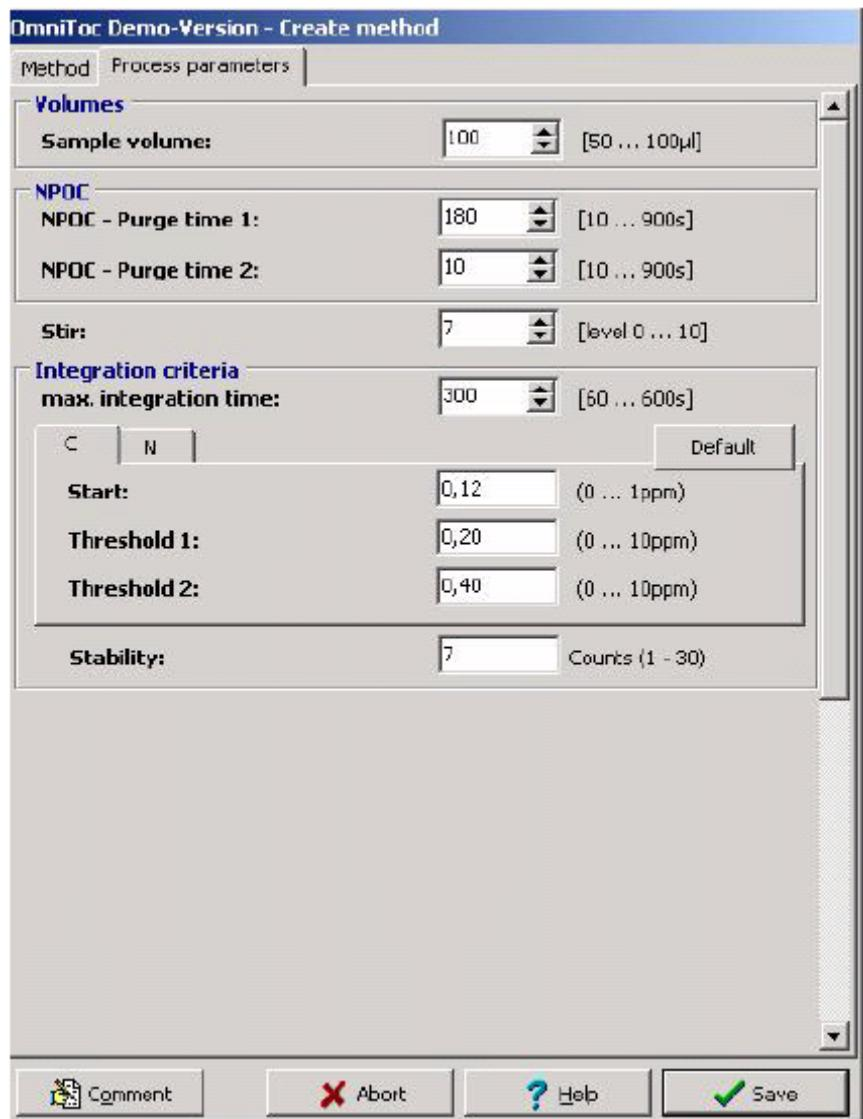

图35 Create Method (创建方法) 窗口——Process Parameters (参数设置) 选项卡
8. 在**Process Parameter** (参数设置) 选项卡 (图35) 下, 在**Volume and Sample Volume** (体积和样品体积) 下的框中输入样品体积。